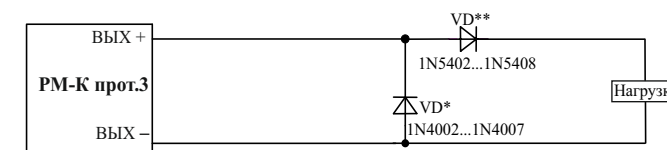

Рисунок 2
5.3 Для обеспечения контроля целостности выходных цепей в разрыв выходной цепи непосредственно к нагрузке должны быть подключены диоды или устройство подключения нагрузки (далее по тексту – УПН) (Рисунок 2) .